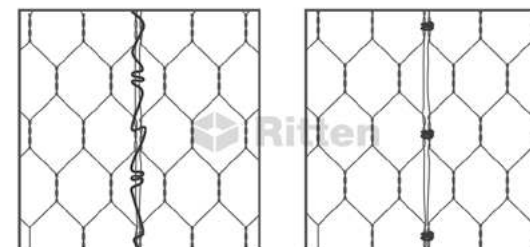

Рис.3
- 5 Связать стороны между собой проволокой для связки, чередуя одну и две петли через каждые 10 см (Рис.3).
- 3 Связать крышку с верхней кромкой боковин и диафрагм проволокой, чередуя одну и две петли (Рис.3).